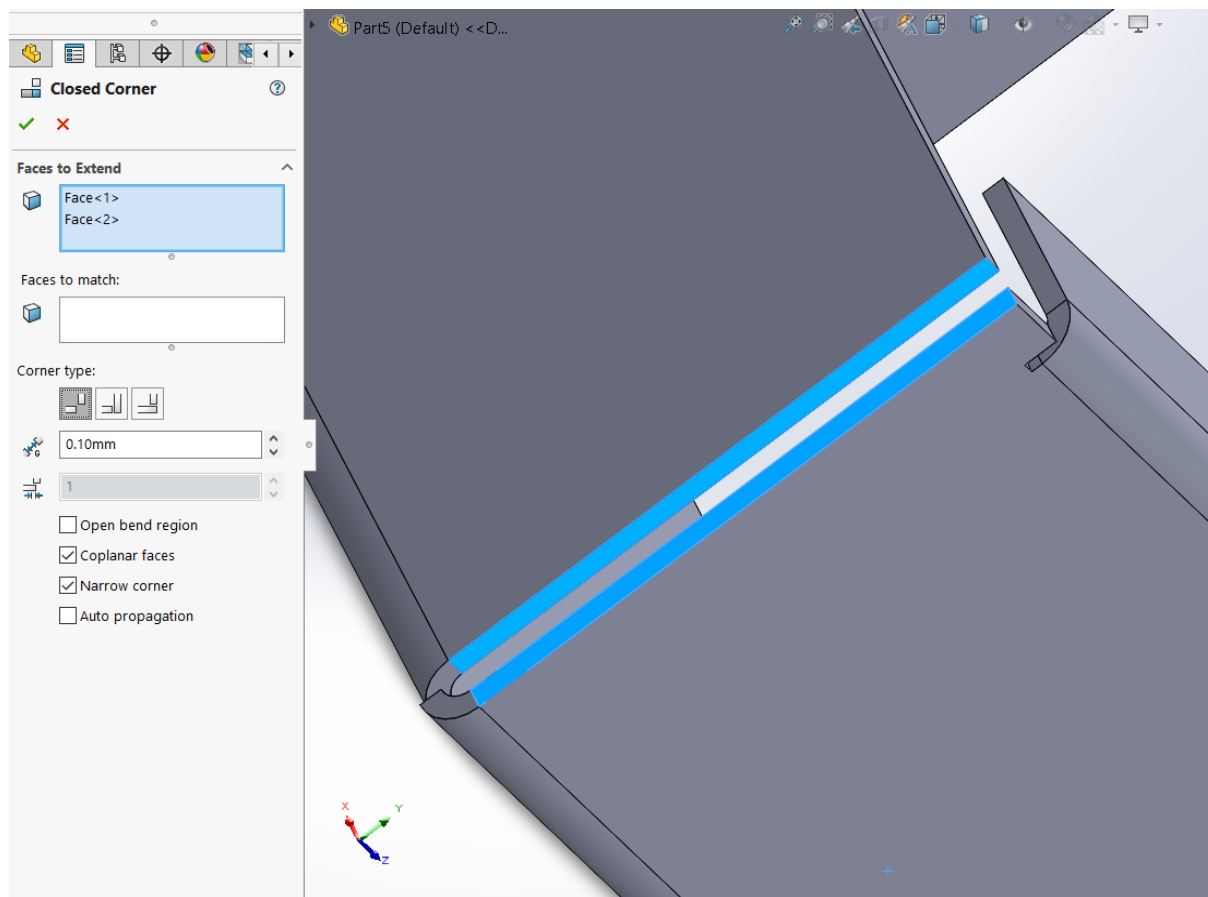

Рисунок 5.8 – Використання команди **Кут** для задньої стінки
4. Після того потрібно повернути деталь та за тим самим алгоритмом, аналогічно додати закриті кути для задньої та бічних стінок моделі (рис. 5.8).